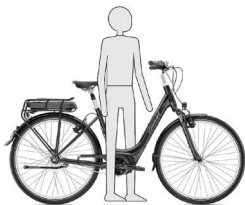

Figura 1.1: Altezza corretta.
- Per una bicicletta standard dovrebbero esserci almeno 25mm (1in) di distanza tra te e il tubo orizzontale quando ti trovi a cavallo (Figura 1.1)